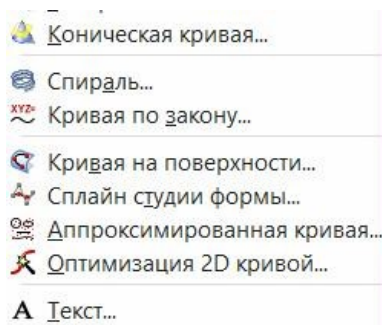
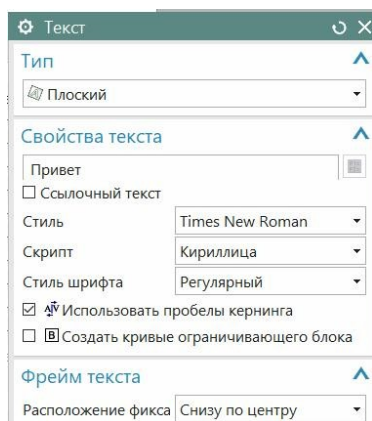
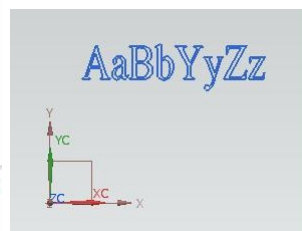

рис.42
рис.50
рис.51
- Нахождение команды построения текста показано в списке рис.42. После вызова этой команды в рабочем поле появляется соответствующее диалоговое окно (рис.50), а за курсором следует небольшое стандартное изображение некоторых литер (рис.51).
- Точное расположение текста осуществляется с помощью **фиксатора**. Фиксатором считается начало триады желтых стрелок и дуг, вокруг которых рисуется текст (рис.53). Этот фиксатор можно по-разному расположить относительно прямоугольника текста в окошке **Расположение фиксатора** (рис.50). Обычно выбирают опцию «**В середине по центру**». Или «**Внизу по центру**» (рис.53). Перемещая и поворачивая стрелки фиксатора можно перемещать будущий текст.
- Если на рис.50 вы поставите птичку «**Создать кривые ограничивающего блока**», то текст окажется в рамке (рис.55).